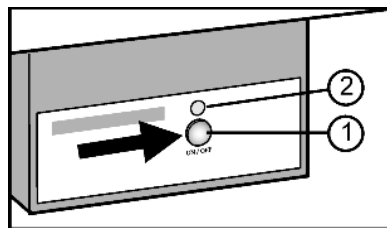

Fig. 15
- ▶ Pulse la tecla On/Off Fig. 15 (1) hasta que el LED Fig. 15 (2) se ilumine.